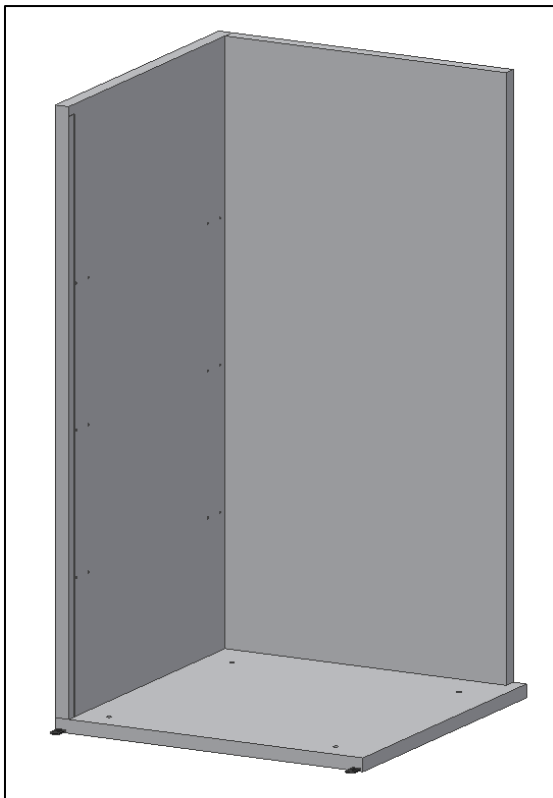

Fig. 4
- Encajar **el panel lateral izquierdo** sobre el panel del fondo y apretar sólo al fondo (Fig.4).